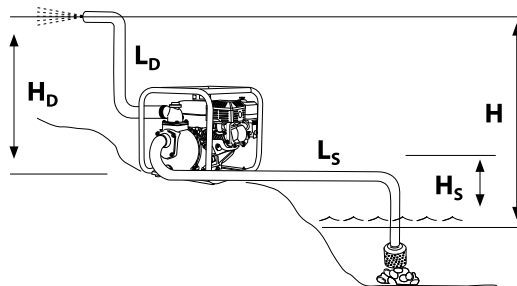

рис. 7
- Высота H — расстояние от свободной поверхности воды до выходного сечения напорного рукава, измеренное по вертикали (рис. 7).